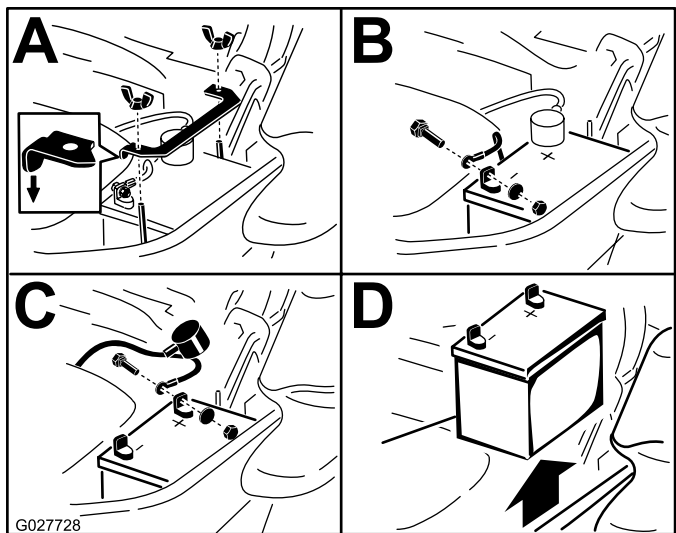

Figura 70
3. Rimuovete la batteria come illustrato nella Figura 70.
Nota: Posizionate la batteria nel vassoio, con i poli in posizione opposta al serbatoio idraulico (Figura 70).